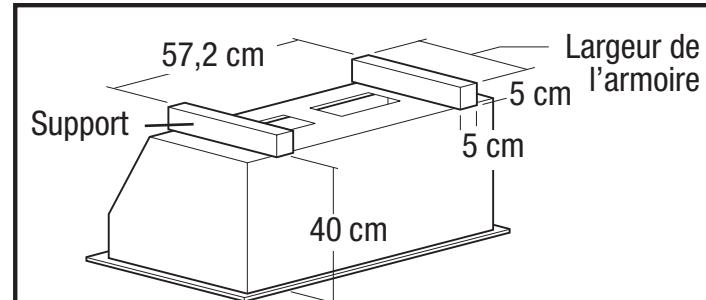

Figure 3
**REMARQUE** S'il n'existe pas une armature pour le cabinet, vous devrez installer l'armature pour y attacher l'unité (**Figure 3**).